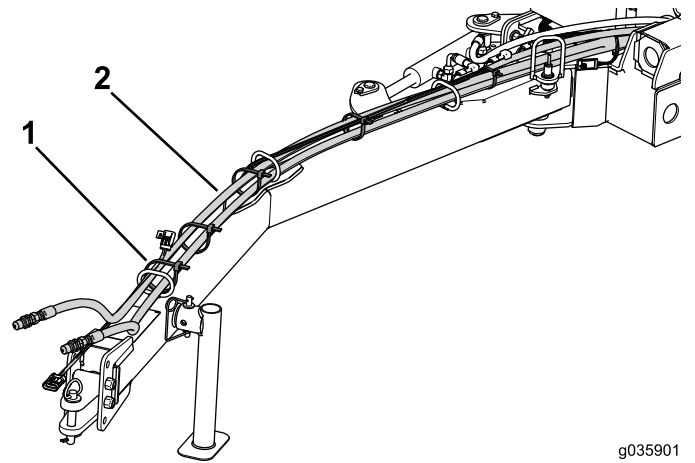

Bild 25
8. Befestigen Sie den Kabelbaum mit Kabelbindern an den Hydraulikschläuchen (Bild 25).